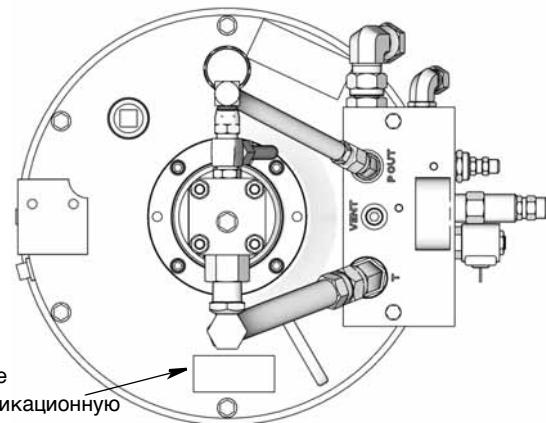
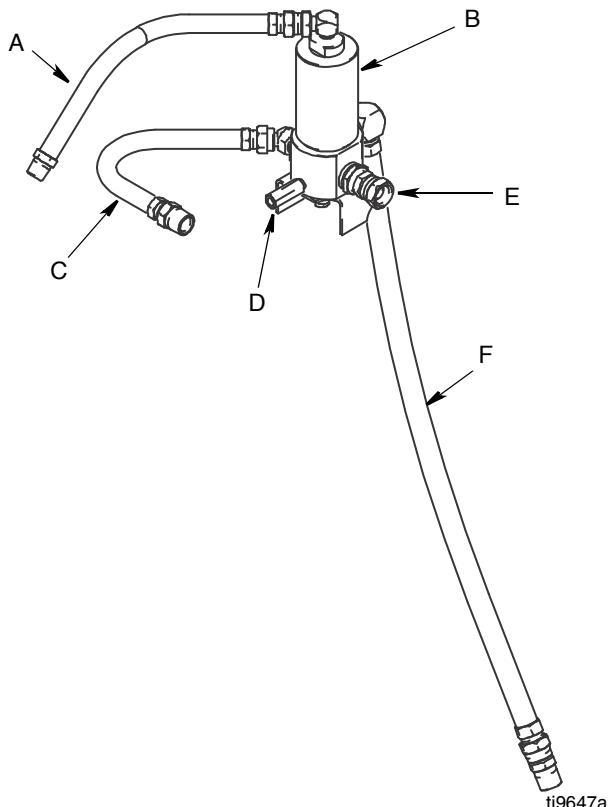
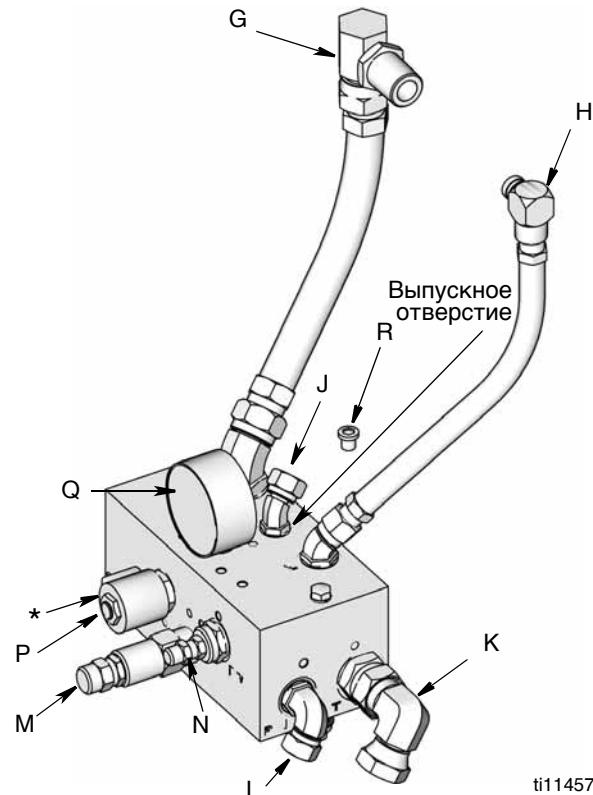

Рис. 2
Рис. 5
Рис. 6
1. Установите насос (D) на резервуар (P).
2. Снимите фитинг гидравлического регулятора (J) выпускного клапана и установите вместо него заглушку (R) (Рис. 6, стр. 9).
3. Установите гидравлический регулятор на резервуар (P).
4. Подключите трубопровод (G) бака к насосу (D).
5. Подключите гидравлический трубопровод высокого давления (H) к насосу (D).
7. Наклейте на оборудование этикетку с номером модели, как показано на Рис. 2.
(Если не указано иное, см. Рис. 5 и Рис. 6 на стр. 9.)
1. Закрепите регулятор на прочной ровной поверхности согласно рекомендуемой схеме (см. рис. 2 на стр. 8).
2. Подключите трубопровод бака насоса (G) к гидравлическому выпускному отверстию насоса.
3. Подключите соединение гидравлического регулятора (J) выпускного клапана к трубопроводу гидравлического регулятора (A).
4. Подключите гидравлический трубопровод насоса высокого давления (H) к гидравлическому входному отверстию насоса.
5. Подключите гидравлический трубопровод подачи высокого давления к гидравлическому соединению высокого давления (L), а трубопроводы бака – к гидравлическому соединению (K) бака.
6. Подключите трехходовой электромагнитный клапан (P) к таймеру.